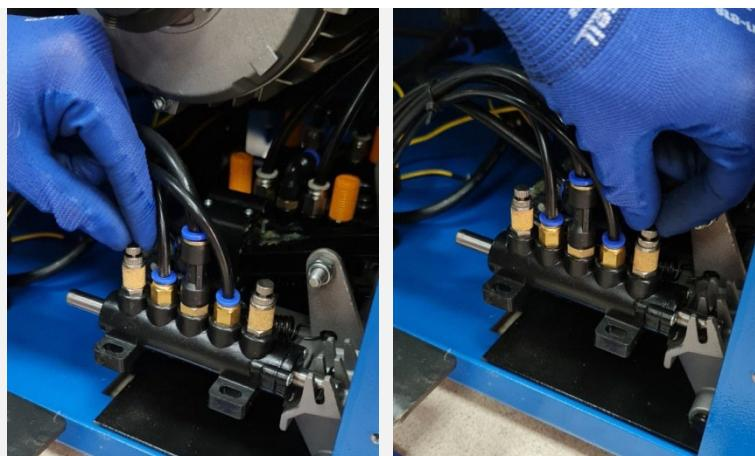

Рисунок 74
**11.7.2** Поворачивая пневмодроссель с глушителем, расположенный на пневматическом распределителе, управляющим движением монтажной колонны (см. Рисунок 74), установить требуемую скорость (плавность) откidyивания и возврата в рабочее положение монтажной колонны.